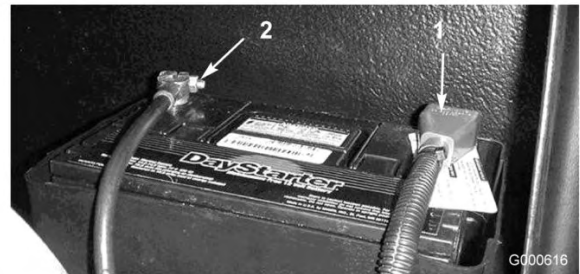

Bild 42
5. Klemmen Sie das Pluskabel (Rot) am Pluspol (+) der Batterie und das Minuskabel (Schwarz) am Minuspol (-) der Batterie an (Bild 42). Befestigen Sie die Kabel mit Kopfschrauben und Muttern an den Polen. Stellen Sie sicher, dass die Plusklemme (+) vollständig auf den Pluspol aufgezogen und das Kabel fest an die Batterie angeklemmt ist. Das Kabel darf die Batterieabdeckung nicht berühren. Ziehen Sie den Gummischuh über den Pluspol, um Kurzschlüssen vorzubeugen.